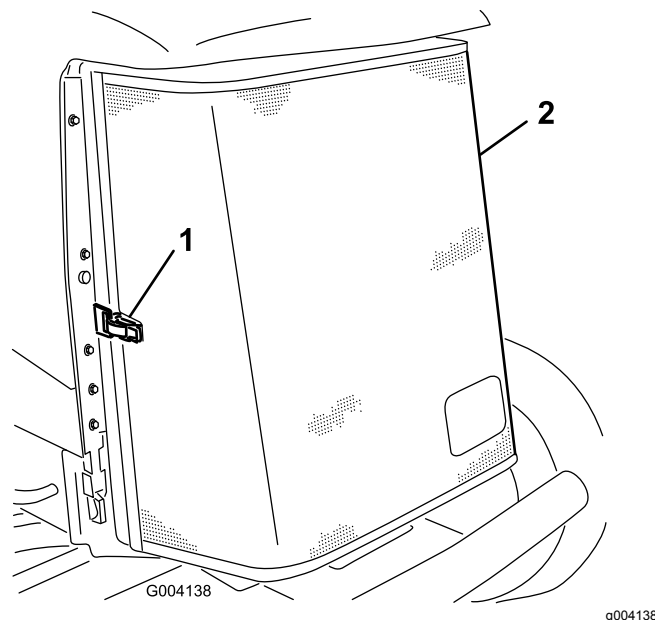

Figura 65
- Sbloccate il morsetto e aprite la griglia posteriore (Figura 65).